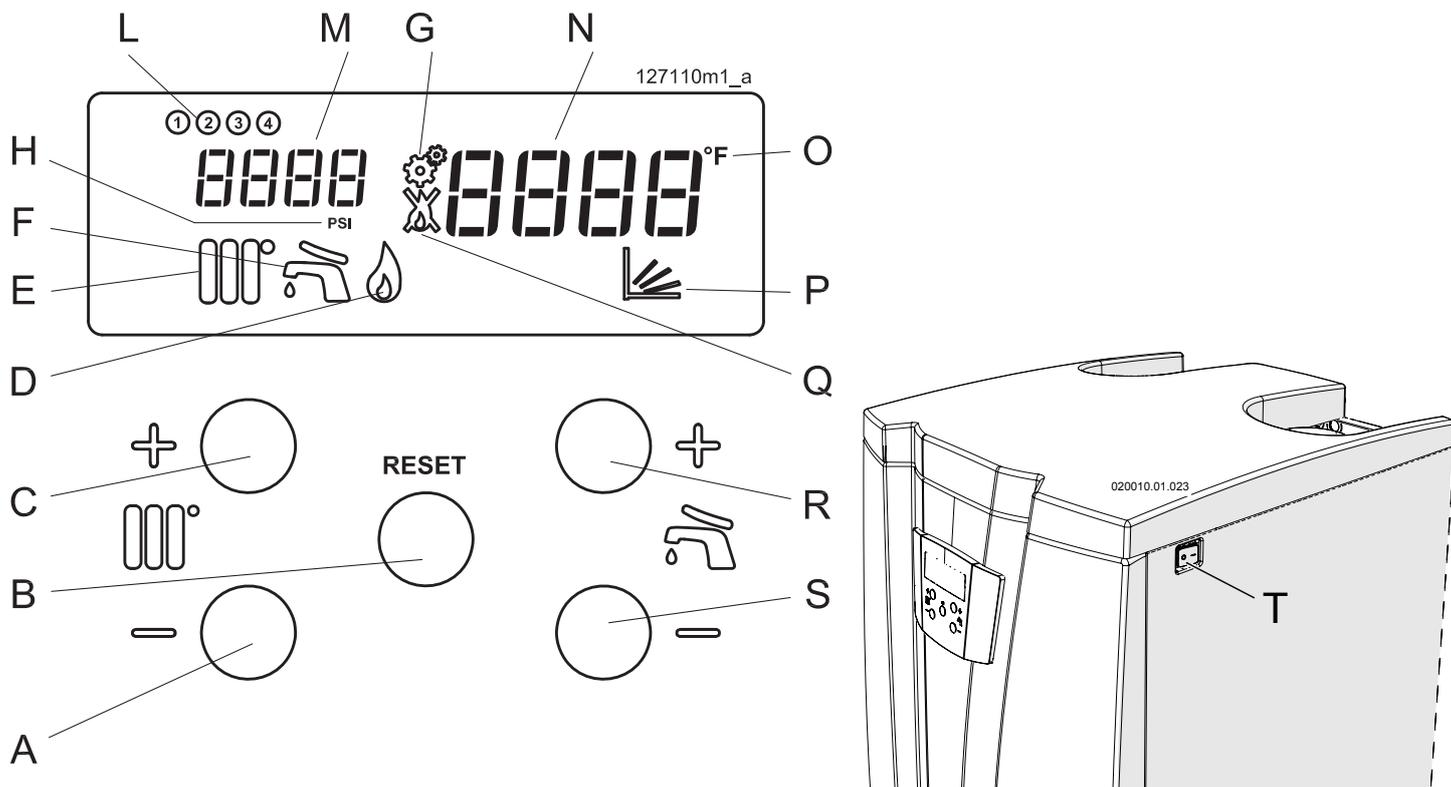

Figura 7-1 - Quadro comandi e pulsante di accensione
Legenda Figura 7-1
Se la pressione all'interno del circuito del riscaldamento scende al di sotto di 0,5 bar, il visore "N" di Figura 7-1,
- 2.-controllare la pressione sul visore "M" di Figura 7-1, deve raggiungere la pressione di 1,5 bar (l'indicazione **Err 59** deve scomparire);
- 2.-accendere l'apparecchio portando in posizione ON l'interruttore "T" di Figura 7-1;
- 4.-regolare la temperatura desiderata del sanitario (se presente) e del riscaldamento come da capitoli 7.5 e 7.6; L'apparecchiatura di comando e controllo farà accendere il bruciatore. Se l'accensione non avviene entro 3 minuti minuti, l'apparecchio ritenta automaticamente l'accensione per cinque volte, dopodichè se continua a non accendersi, si blocca e il visualizzatore indicherà **L o C** insieme all'icona  e l'icona del bruciatore corrispondente lampeggiante ("L" Figura 7-1)
si esegue tramite i tasti  + e  (Figura 7-1). Quando i tasti vengono premuti, il display ("N" Figura 7-1) mostra la temperatura di A.C.S. richiesta. Il campo di regolazione della temperatura va da 40°C a 60°C.
(Figura 7-1). Il termostato ambiente accende le pompe di circolazione al fine di soddisfare le richieste di riscaldamento.
Se l'apparecchio deve rimanere spento per un tempo relativamente breve (qualche giorno e comunque senza che vi possa essere un rischio di gelo), è sufficiente togliere tensione dall'interruttore "T" di Figura 7-1.